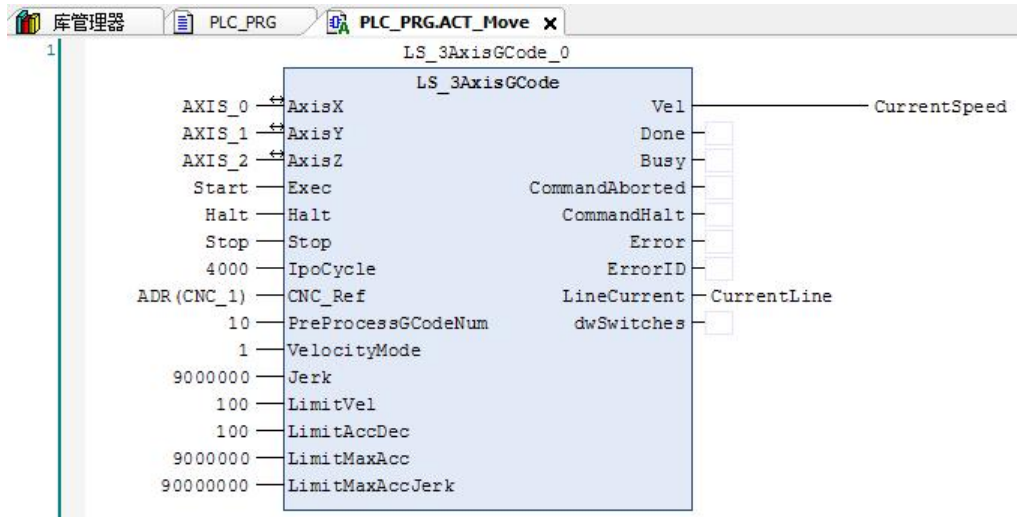

图 8.31 G 代码插补模块
3) 添加模块:在主程序 PLC_PRG 下新建上电模块 ACT_Power、运动模块 ACT_Move，并填写相应的参数和变量，实时读取插补运动的当前速度和当前执行的 G 代码行号，如图 8.31 所示。